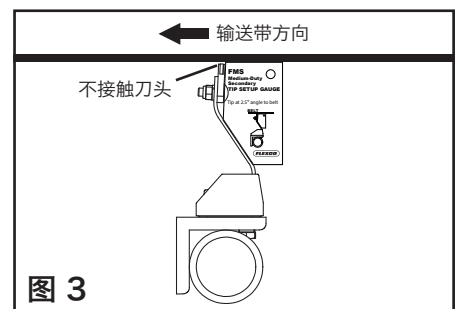

图 3
3. **设置刮刀角度。**将固定杆/刮刀置于输送带中部。旋转固定杆，直至刀头与所提供的 FMS 刀头设置量规对齐 (图 3)。拧紧各固定杆基座上的固定杆夹具螺栓，将固定杆锁定。使用内六角扳手锁紧止动螺丝。将固定杆锁定到正确位置时，刮刀不能接触输送带。如果发生接触，请从步骤 1 开始重新检查尺寸。